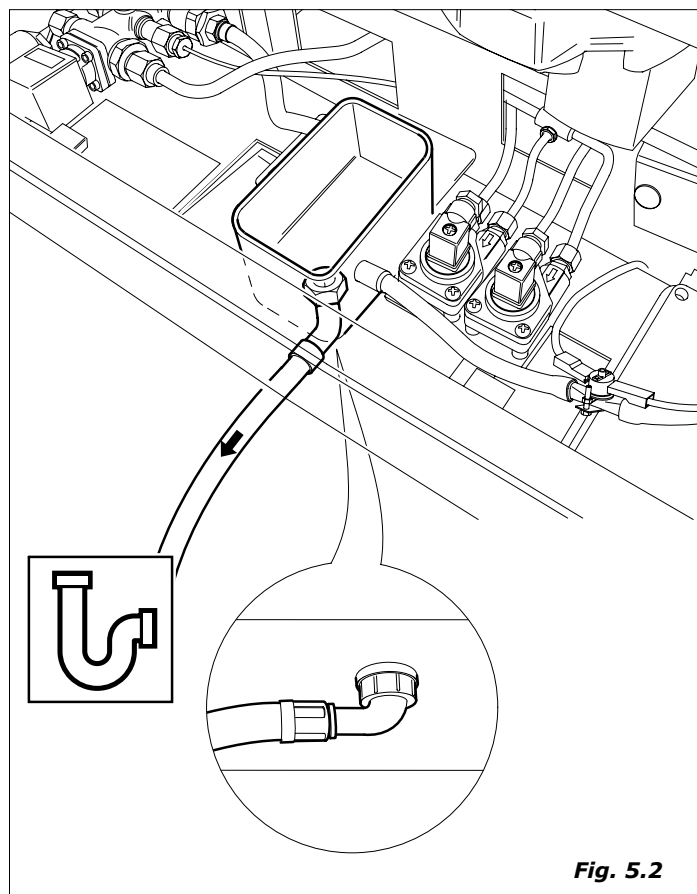
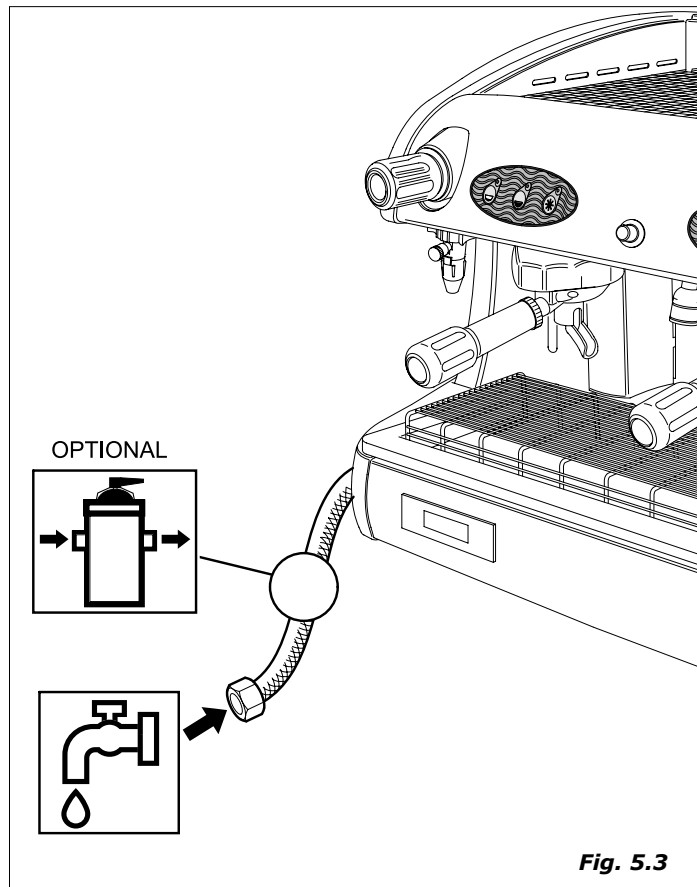

Fig. 5.2
Fig. 5.3
5.1.2 Alimentation hydrique (Fig.5.2 et Fig. 5.3)